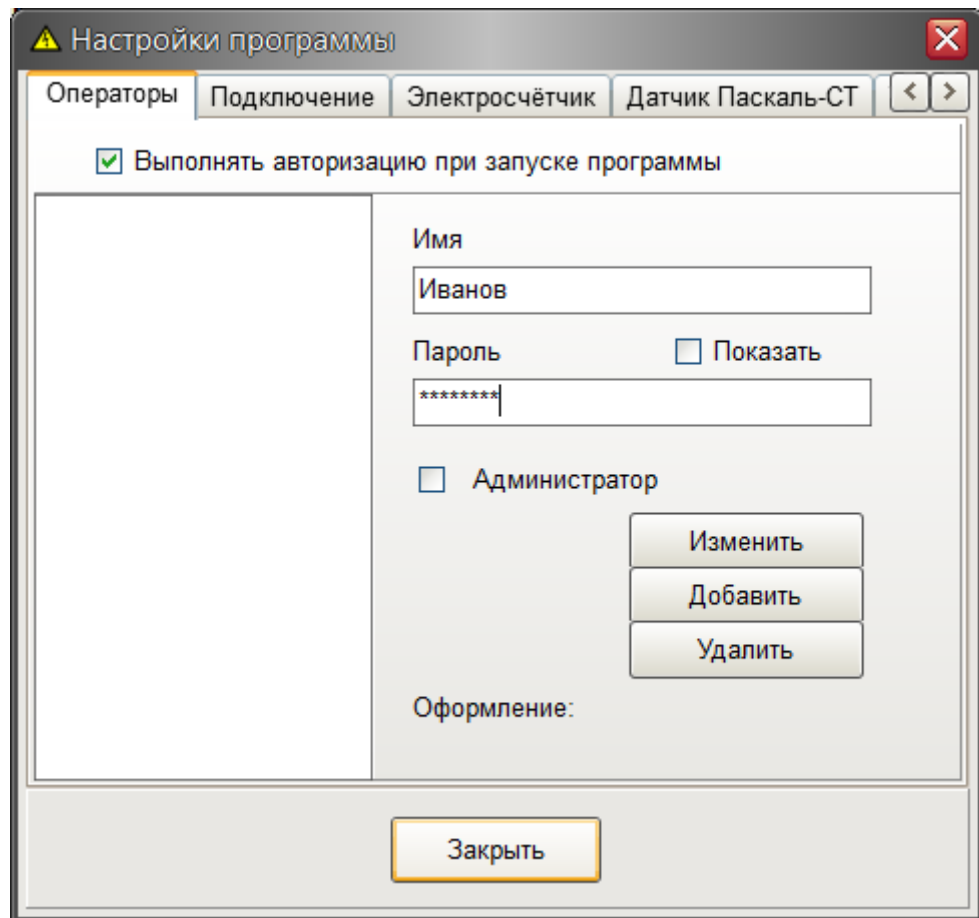

Рисунок 6 – Ввод имени операторов системы
7. В программе «Esafety2» выбрать меню **Настройки / Настройки программы**, откроется окно «Настройки программы» (рисунок 6). На вкладке «Операторы» ввести имена, пароль и права доступа всех сотрудников, работающих со стендом.